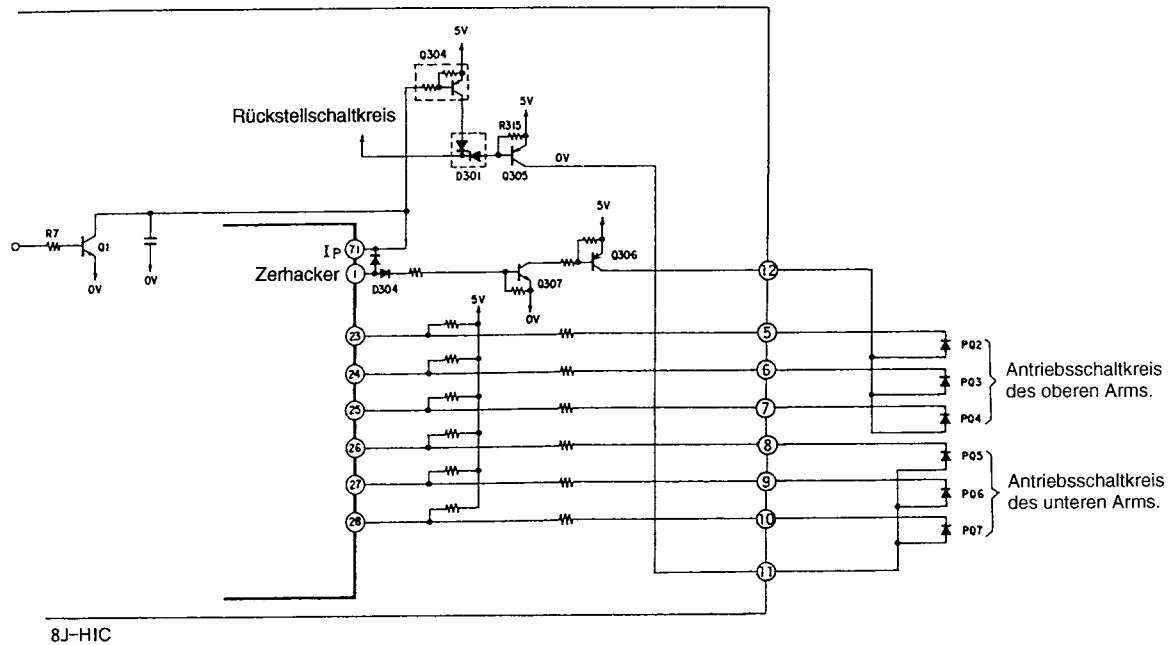

Abb. 9-1 Auslösesignal-Synthesierschaltkreis
- Abb. 9-1 zeigt den Auslösesignal-Syntheschaltkreis. Dieser Schaltkreis verwendet die Treibersignale der Transistoren des oberen und unteren Arms, um das Zerkhackersignal zu modulieren oder das Treibersignal zu stoppen, abhängig von dem Vorhandensein oder der Abwesenheit des Ip-Abschaltsignals und des Rückstellsignals.